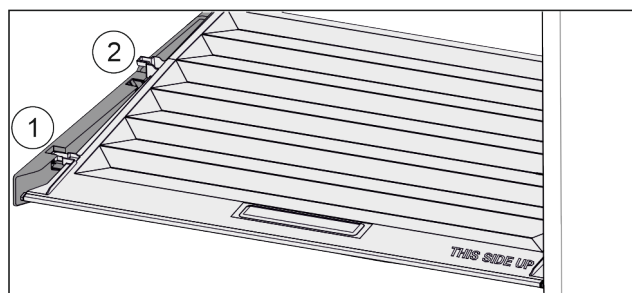

Fig. 36
- ▶ Trekk dekselet til åpningen i holdedelene fremover Fig. 36 (1).
- ▶ Løft ut nede bak og ta opp og ut Fig. 36 (2).